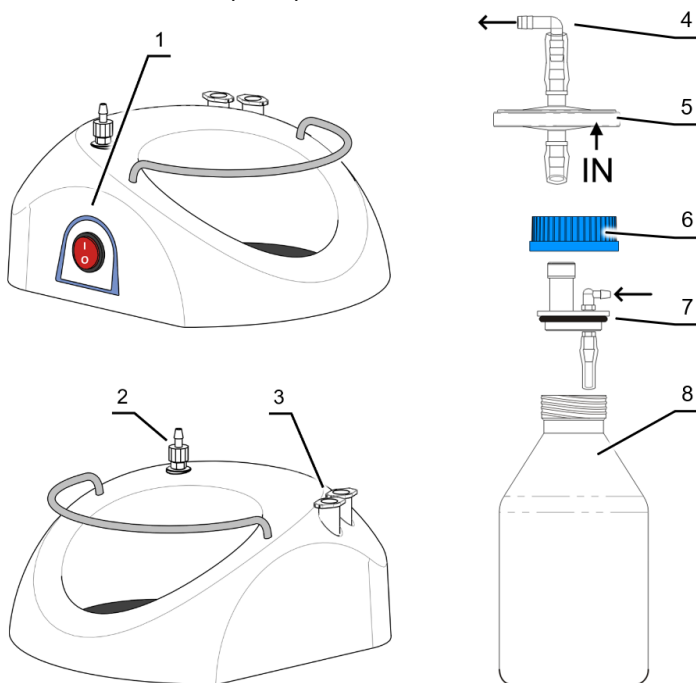

Рисунок 1. ФТА-1, основание и бутылка.
Размещение микропробирок на FTA-1, см. рис. 1/3
- Установите сосуд-ловушку (рис. 1/8) на прибор.
- Убедитесь, что вставка (рис. 1/7) находится в крышке (рис. 1/6). Закрепите крышку на колбе-ловушке. Вставьте комплект гидрофобного фильтра (рис. 1/5) в крышку.
- Проверьте соединения трубок: от фильтра к бутылке (рис. 1/2 и 1/4), от бутылки к аспирационному наконечнику (рис. 1/7 и рис. 2).
- Поместите микропробирки для наконечника в держатель (рис. 1/3).
4.3.1 Установка опционального наконечника МА-8. Извлеките аспирационный наконечник и микропробирки из держателя (рис. 1/3) и поместите внутрь держатель для **МА-8**. Замените аспирационный наконечник (рис. 5/1) от трубки и подсоедините наконечник **МА-8**. Храните аспирационный наконечник в новом держателе.
- 5.2 Установите выключатель **Power** (рис. 1/1 или 7/2), в положение **I** (включено). Насос начинает работу.